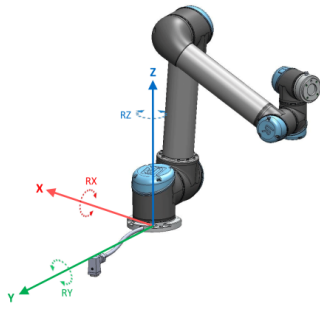

Figura 13.1: Opțiune de bază
- Caracteristica de bază este amplasată cu originea în centrul bazei robotului (vezi figura 13.1)